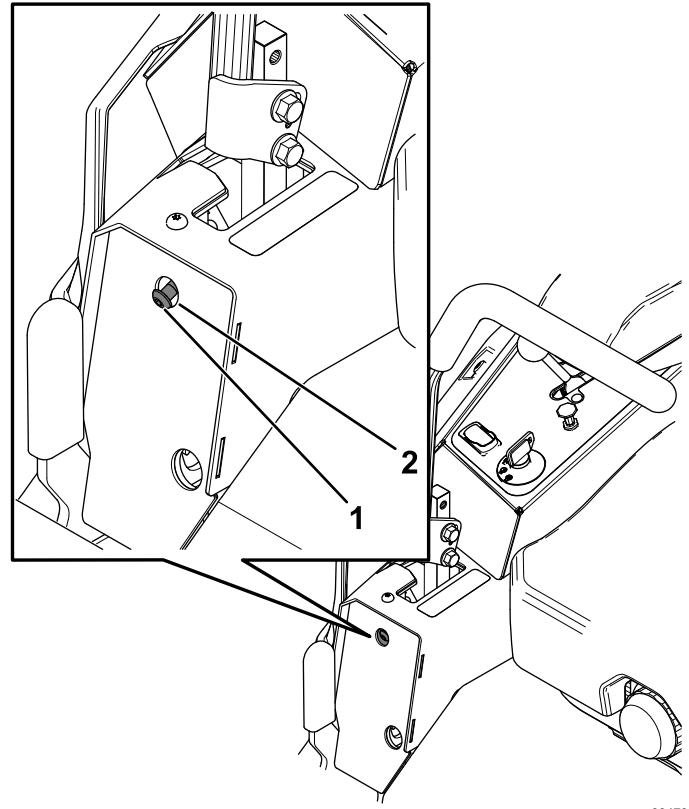

Figura 73
6. Si la máquina se desvía hacia la derecha, inserte una llave hexagonal de 3/16" a través del orificio de acceso del panel izquierdo delantero y gire el tornillo en sentido horario o antihorario para ajustar el recorrido de la palanca (Figura 73).
7. Si la máquina se desvía hacia la izquierda, inserte una llave hexagonal de 3/16" a través del orificio de acceso del panel derecho delantero y gire el tornillo en sentido horario o antihorario para ajustar el recorrido de la palanca (Figura 73).